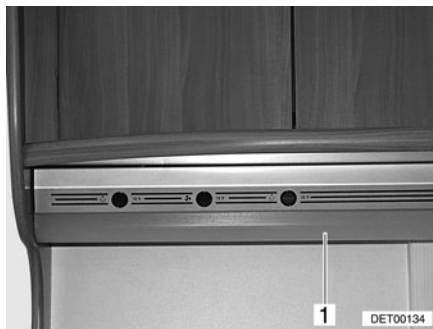

Fig. 180 Eclairage de la cuisine
- Exercer une légère pression sur le couvercle (Fig. 180,1) avec les deux mains.